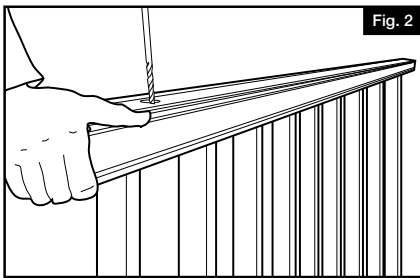
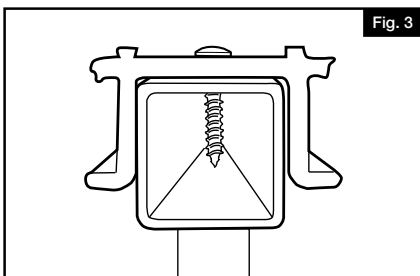

Fig. 2
Fig. 3
2. With Transform Top Rail Adapter in place on panel, measure approximately 1" from one end, and pre-drill a hole through the adapter and top rail using a $\frac{5}{32}$ " metal drill bit (Fig. 2). Ensure that you drill through the center of the rail as shown so that the screw head does not interfere with the Transform Top Rail during installation. Secure adapter to the rail panel using the provided #10-1" screw (Fig. 3, cross section shown).
2. Une fois que l'adaptateur de main courante Transform est en place sur le panneau, mesurer environ 1 po (25 mm) à partir d'une extrémité, puis percer un avant-trou à travers l'adaptateur et la main courante au moyen d'une mèche à métal de 5/32 po ou 4 mm (Fig. 2). S'assurer de percer à travers le centre de la main courante comme illustré de façon à ce que la tête de la vis ne gêne pas l'installation de la main courante Transform. Fixer l'adaptateur au panneau de rampe au moyen de la vis no 10 x 1 po (25 mm) fournie (Fig. 3, coupe transversale illustrée).
2. Con el adaptador de travesaño superior Transform en su lugar en el panel, mida aprox. 2.5 cm (1") de un extremo, y taladre un agujero a través del adaptador y del travesaño superior utilizando una broca para metal de 5/32" (Fig. 2). Asegúrese de perforar a través de la parte central del travesaño como se muestra, de forma que la cabeza del tornillo no interfiera con el travesaño superior Transform durante la instalación. Fije el adaptador al panel del travesaño con el tornillo #10 de 1" incluido (Fig. 3: se muestra la sección transversal en la figura).